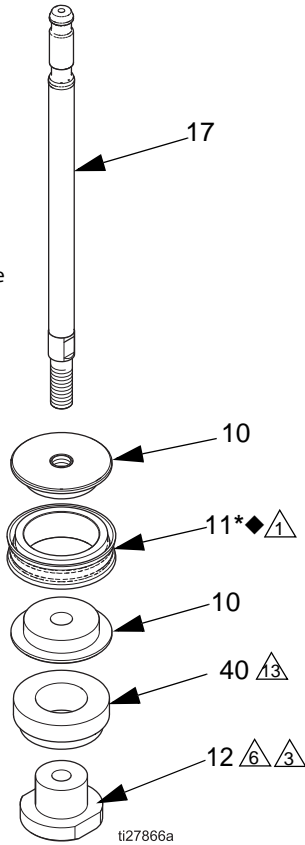

Рис. 2. Разборка или сборка поршня (Только для моделей объемом 1000, 1500 и 2000 куб. см)
1. Только для моделей объемом 1000, 1500 и 2000 куб. см: Поместите половинки поршня (10) вокруг сальникового уплотнения поршня (11*◆) и соедините со щелчком. См. Рис. 2, стр. 7.